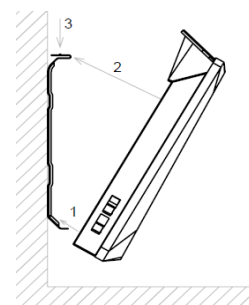

Рис. 4
• Наденьте на кронштейн нижнюю часть конвектора при помощи специальных отверстий, расположенных в нижней части конвектора 1, (рис. 4).
• наденьте верхнюю часть конвектора 2, (рис. 4) на кронштейн, зафиксировав его при помощи защелок на кронштейне 3, (рис. 4).